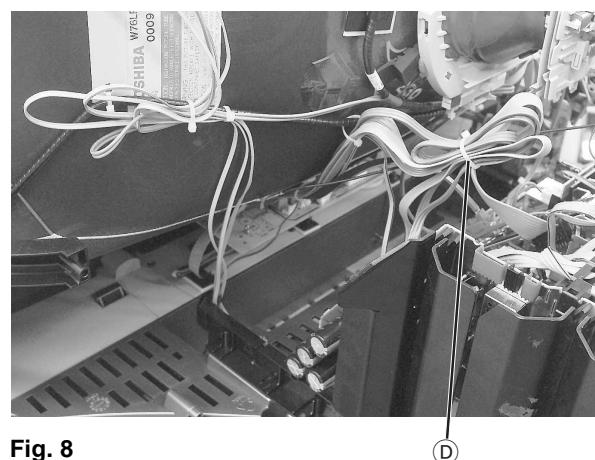

Fig. 8
- If necessary loosen the cable clamp ⑤ (Fig. 8).